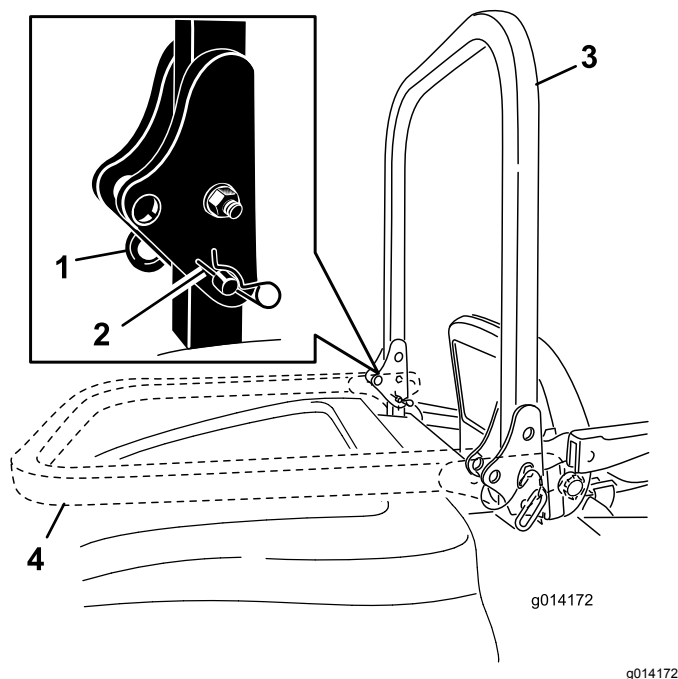

Figura 11
1. Para bajar la barra anti-vuelco, retire los pasadores de horquilla, empuje la barra hacia adelante contra los resortes, y retire los dos pasadores (Figura 11).
2. Coloque la barra antivuelco en la posición de bajada (Figura 11).
3. Instale los dos pasadores y fijelos con los pasadores de horquilla (Figura 11).
4. Para elevar la barra anti-vuelco, retire los pasadores de horquilla y retire los dos pasadores (Figura 11).
5. Eleve la barra anti-vuelco a la posición vertical, instale los dos pasadores y fijelos con los pasadores de horquilla (Figura 11).